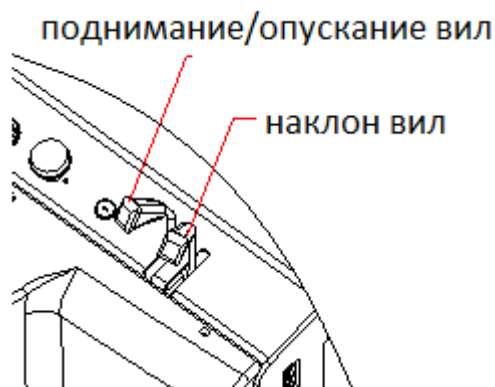

Рис.3
4.1.4 Органы ручного управления показаны на рис.3